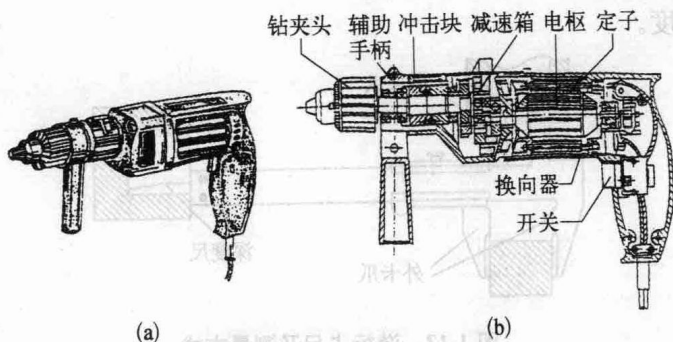
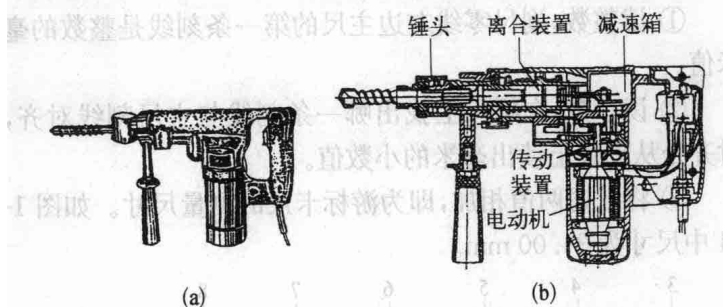

图 1-11 冲击钻
图 1-12 电锤
(2) 冲击钻 其外形如图 1-11。
① 作为普通电钻用: 用时把调节开关调到标记为“旋转”的位置,即可作为电钻使用。
② 作为冲击钻用: 用时把调节开关调到标记为“冲击”的位置,即可用来冲打砌块和砖墙等建筑材料的木榫孔和导线穿墙孔,通常可冲打直径为 6~16 mm 的圆孔。
(3) 电锤 外形和结构如图 1-12。电锤适用于混凝土、砖石等硬质建筑材料的钻孔,被广泛地代替手工凿孔操作,可大大地减轻劳动强度。